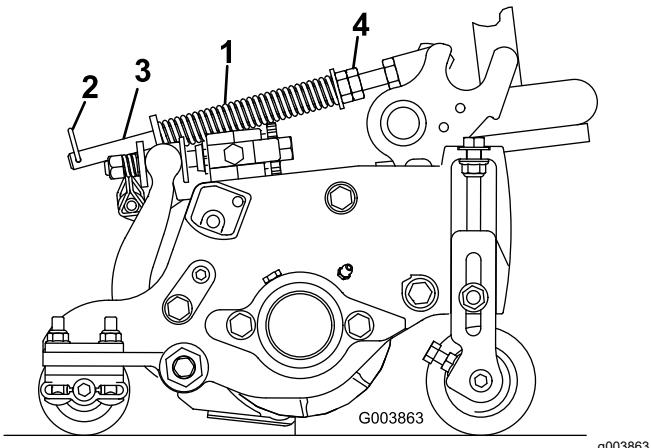

Bild 87
Die Rasenkompen-sierungsfeder verlagert das Gewicht von der Front- zur Heckrolle (Bild 87). Dies reduziert ein Bobbing genanntes Wellenmuster auf der Grünfläche.
- Stellen Sie sicher, dass der Splint in das hintere Loch in der Federstange eingesetzt ist (Bild 87).
- Ziehen Sie die Sechskantmuttern vorne an der Federstange an, bis die zusammengedrückte Länge der Feder an 12,7-cm-Mähwerken 12,7 cm oder an 17,8-cm-Mähwerken 15,9 cm beträgt (Bild 87).